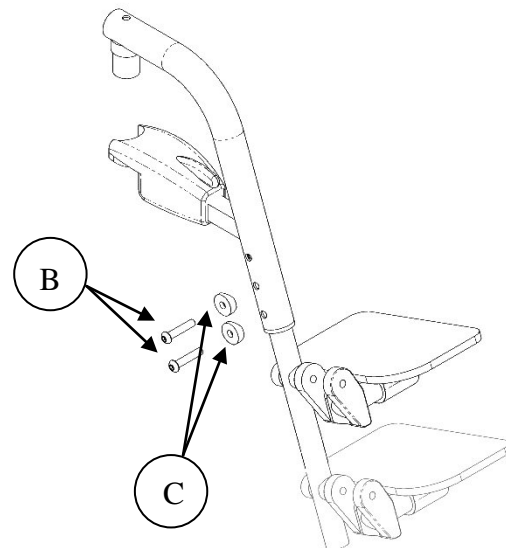

Figure 28 - Ajustement en longueur des appuis-pieds
1. Enlever les vis **B** en utilisant une « clé à fourche 10 mm » (figure 28);